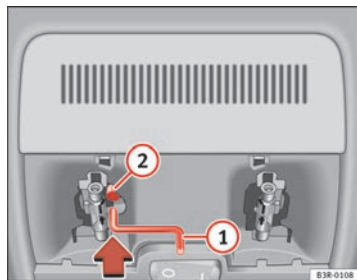

Fig. 84 Detalle del revestimiento del techo: Manivela para accionamiento de emergencia
- Introduzca la manivela ① en el orificio hexagonal ② hasta llegar al tope ⇒ fig. 84.